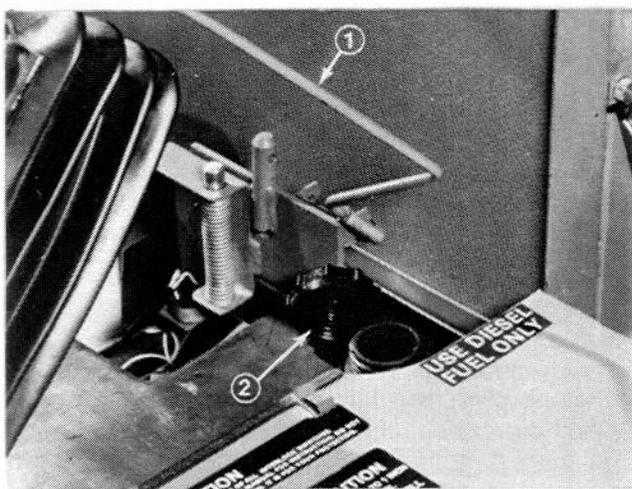

Fig. 3
1. Inclinare il sedile in avanti e sorreggerlo con l'asta di supporto perché non cada (Fig. 3). Pulire attorno al tappo del serbatoio del carburante con un panno pulito.
2. Togliere il tappo dal serbatoio del carburante (Fig. 3) e riempire (l. 30) di gasolio, non oltre 25 mm dall'imbocco. Fatto il pieno, riavvitare il tappo con sicurezza.